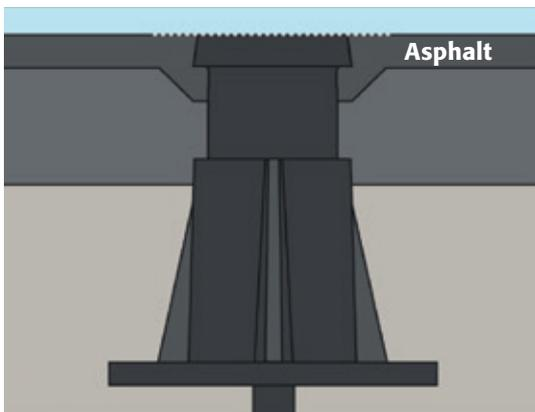
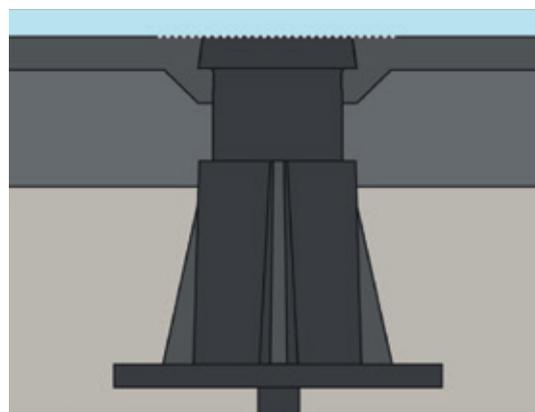

Abb. 5
Abb. 6
10. Entfernen der Asphalt­schicht über den Kappen, Oberteil hochziehen – Unterfüttern mit Asphalt – Einwalzen. (**Abb. 5**) Das Oberteil muss frei von Fremdkörpern sein. Das Oberteil darf beim Einwalzen max. 2 cm über dem Niveau der Asphalt­schicht stehen. (Endeinbauzustand siehe **Abb. 6**)